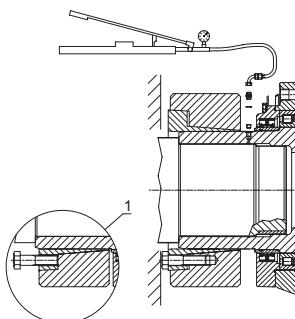
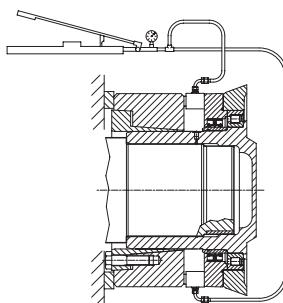

Fig. 5
Fig. 6
- 2) Dans le cas où les bagues ne se séparentaient pas spontanément après avoir desserré les vis, en déplacer quelques-unes dans les trous d'extraction de la bague intérieure (Fig.5 détail 1) et en les vissant, séparer cette dernière de la bague extérieure.
3) Faire coulisser l'accouplement axialement comme indiqué en fig.5 pour utiliser l'orifice G 1/8" qui permet le remplissage d'huile sous pression (1000 bar maximum), afin de faciliter le démontage du réducteur de l'arbre de la machine. Si le réducteur ne se libère pas avec la méthode décrite plus haut, car l'accouplement de l'arbre ne garantit pas la tenue de la pression, il sera alors possible d'agir comme représenté en fig. 6. Si l'espace à disposition le permet, utiliser deux pousseurs hydrauliques pour faire réaction sur les 2 bossages à 180° qui se situent sur le couvercle porte-joints, sans toutefois dépasser les charges axiales suivantes.
- 2) Si a pesar de haber aflojado los tornillos los anillos no se separan, hay que transferir algunos tornillos a los agujeros de extracción del anillo interior (Fig. 5, 1) y separar el anillo interior del exterior al atornillarlos.
- 3) Hacer que el empalme se desplace en dirección axial (Fig. 5) y aprovechar el agujero de 1/8" G por el que entra aceite a presión (máx. 1000 bar) para separar al reductor del eje. Si con este método el reductor no se libera porque el acoplamiento del eje no asegura que se mantenga la presión, hay que proceder como se describe en la Fig. 6. Si el espacio disponible lo permite, hay que hacer reacción con los empujadores hidráulicos en 2 remaches de la tapa portaguardarines situados a 180° en sin sobrepasar las siguientes cargas axiales.